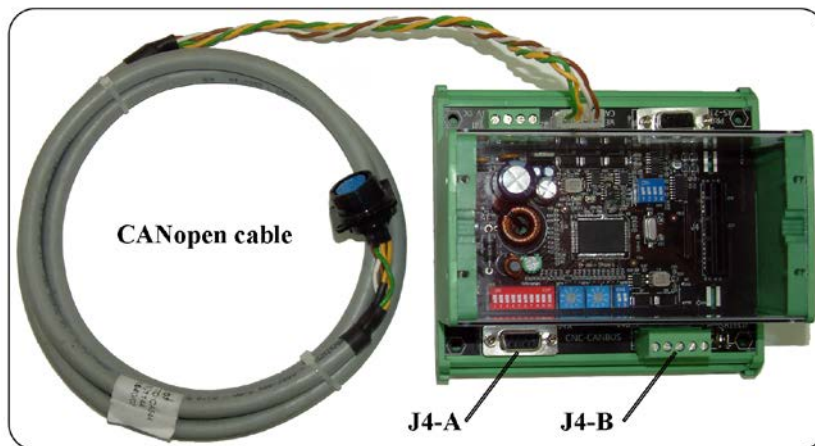

fig. 3
3.1 Art. 107.00 composition (fig. 3).